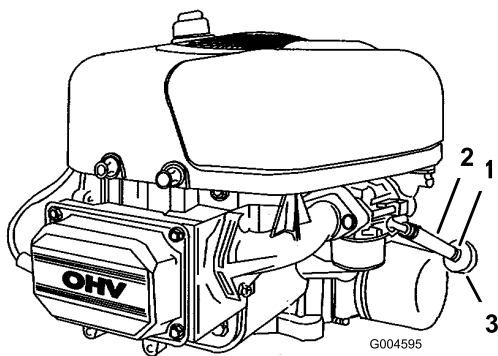

Figure 27
8. Pincez les extrémités du collier de fixation et poussez le collier en haut de la conduite d'alimentation, en direction du réservoir de carburant (Figure 27).
- Débranchez la conduite d'alimentation du filtre à carburant (Figure 27) et laissez couler l'essence dans un bidon ou un bac de vidange.
Remplacez le filtre à carburant toutes les 100 heures de fonctionnement ou une fois par an, la première échéance prévalant. Le meilleur moment pour remplacer le filtre à carburant (Figure 27) est lorsque le réservoir à carburant est vide. Ne réinstallez jamais un filtre à carburant encrassé après l'avoir déposé de la conduite d'alimentation.
- Pincez les extrémités des colliers et faites glisser ceux-ci pour les éloigner du filtre usagé (Figure 27).